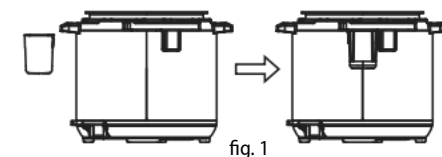

fig. 1
2. Așezați recipientul pentru condens (6), a se vedea Fig. 1.